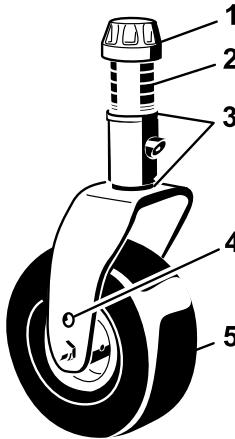

Figura 24
3. Retire el casquillo tensor del eje de la rueda giratoria (Figura 24). y retire el eje del brazo de la rueda giratoria. Coloque dos suplementos (3 mm) en el eje de la rueda giratoria de la misma forma que en la instalación original. Coloque el número necesario de espaciadores de 13 mm en el eje para obtener la altura de corte deseada.
4. Inserte el eje por el brazo de la rueda giratoria delantera. Coloque los suplementos (igual que en la instalación original) y los demás espaciadores en el eje. Coloque el casquillo tensor para fijar el conjunto (Figura 24).